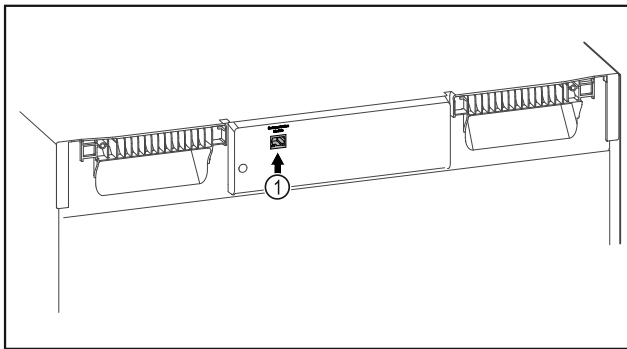

Fig. 103
- ☐ Το SmartModule Fig. 103 (1) χρησιμοποιείται.